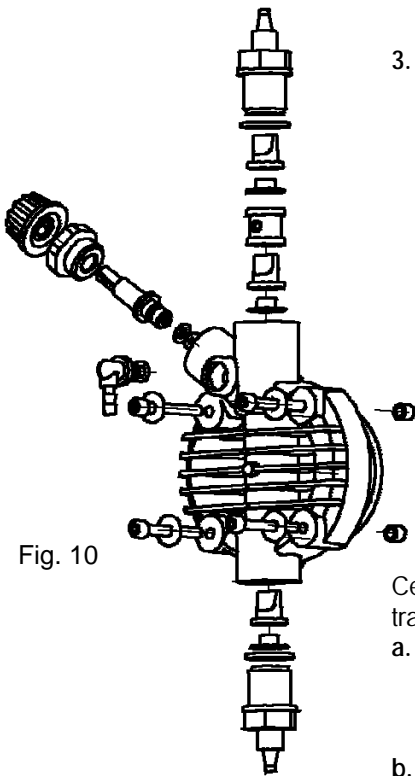

Fig. 10
2. Contrôlez au moins tous les six mois le fonctionnement de la pompe, l'étanchéité des vis et des joints, effectuez des contrôles plus fréquents avec des liquides plus agressifs, contrôlez en particulier la concentration d'additif dans l'installation ; une réduction de cette concentration pourrait être déterminée par l'usure des soupapes (qui dans ce cas doivent être remplacées en faisant attention au moment du remontage comme dans la Fig. 10) ou bien par le bourrage du filtre qui doit être nettoyé comme indiqué au point suivant 3.
Pour effectuer cette opération, si l'appareil n'est pas fixé à l'installation on peut le faire tressauter pendant quelques secondes (15-30) en le retournant avec les tubes non branchés aux raccords, si ce n'est pas possible démonter et remonter le corps de la pompe (Fig. 10), moyennant les quatre vis de fixation.
Étant donné la solidité du système, aucune panne d'origine vraiment mécanique ne se produit. Il peut y avoir parfois des fuites de liquides de certains raccords ou bagues de fixation des tubes desserrés, ou plus simplement encore à cause de la rupture du tube de refoulement. Ces fuites sont très rarement dues à la rupture de la membrane ou à l'usure du joint d'étanchéité de celle-ci. Dans ce cas les composants sont à changer en dévissant les quatre vis du corps de la pompe (Fig. 10), en remontant ces vis, les serrer de manière uniforme avec une valeur maximale de couple recommandée de 180±200 NxcM. Après avoir éliminé la cause de la fuite, nettoyer la pompe doseuse en éliminant tous les éventuels résidus d'additif stagnants car ils risquent d'endommager le boîtier de la pompe.
- Démonter les soupapes d'aspiration et refoulement, les nettoyer et les remonter dans la même position (Fig. 10). Si ces soupapes ont des espèces d'enflures, contrôler sur le tableau prévu à cet effet la compatibilité de l'additif avec le type de soupape montée sur la pompe (soupape standard en Viton®; ou un autre élastomère compatible ; sur demande sont disponibles les soupapes à sphère).